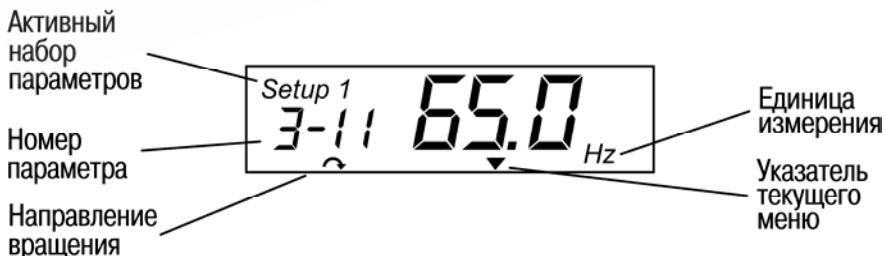

Рисунок 4.1 – ЛПО1 – Локальная панель оператора (с потенциометром) ПЧВ.
3.1.1.1 Лицевая панель прибора, рисунок 4.1, разделена по вертикали на два отсека: